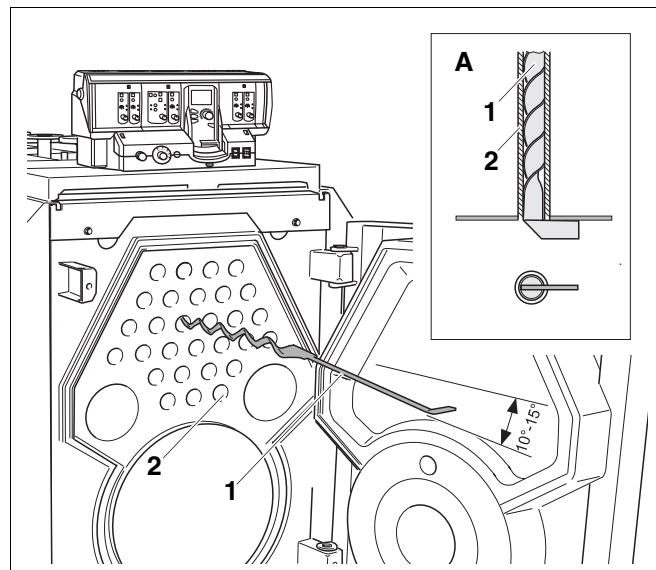

Рис. 50 Корректировка предварительного напряжения турбуляторов
- Проверьте, чтобы стопоры турбуляторов прилежали на фронтальной стенке горизонтально к трубам дополнительных поверхностей нагрева (рис. 50, стр. 55, **вид А**).
- Задвинуть турбуляторы (рис. 50, **поз. 1**) в трубы дополнительных поверхностей нагрева (рис. 50, **поз. 2**).
Если предварительное напряжение турбуляторов (рис. 50, **поз. 1**) недостаточно, то необходимо его скорректировать.
- Вынуть турбулятор (рис. 50, **поз. 1**) на $\frac{3}{4}$ его длины из трубы (рис. 50, **поз. 2**).
- Согнуть турбулятор (рис. 50, **поз. 1**) как показано на рис. 50 на $10^\circ - 15^\circ$.
- Вновь задвинуть турбулятор (рис. 50, **поз. 1**) в трубу (рис. 50, **поз. 2**).
- Еще раз проверить предварительное напряжение турбулятора (рис. 50, **поз. 1**).